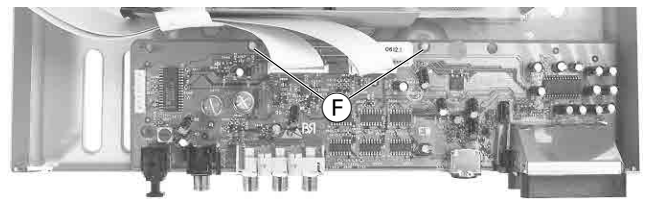

Fig. 3
- 2 Rastnasen **F** (Fig. 3) lösen und A/V-MUX-Platte herausnehmen.
- Disengage the 2 locking lugs **F** (Fig. 3) and remove the A/V-MUX Board.